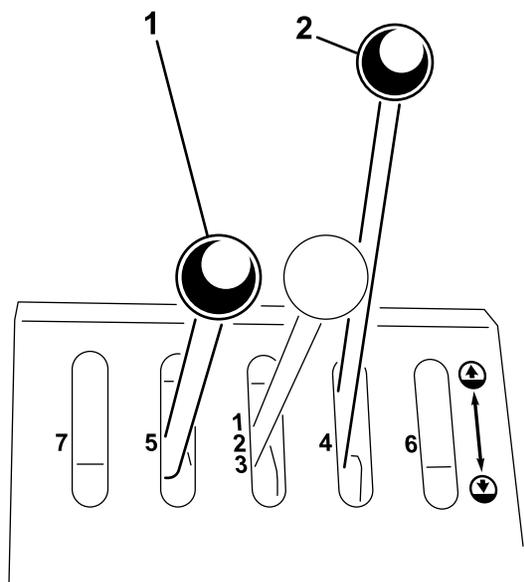

Figure 11
**Remarque:** Le levier sur la tour de commande devrait être au centre de la fente (position neutre) si les tiges de commande sont réglées correctement (Figure 11).